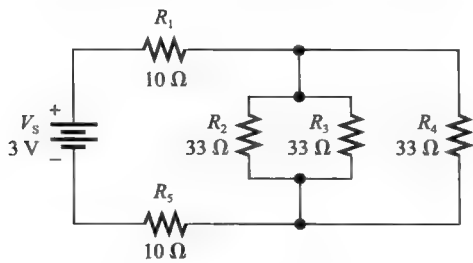

图 6-74
1. 从电源两端看，识别图 6-74 所示的串并联关系。
8. 试求图 6-74 中流过每个电阻的电流,然后计算电压降。